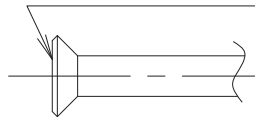

Abb. 20
- Beschichten Sie beim Herstellen einer Bördelverbindung nur die Innenfläche der Bördelung mit Etheröl oder Esteröl. **(Siehe Abb. 20)**